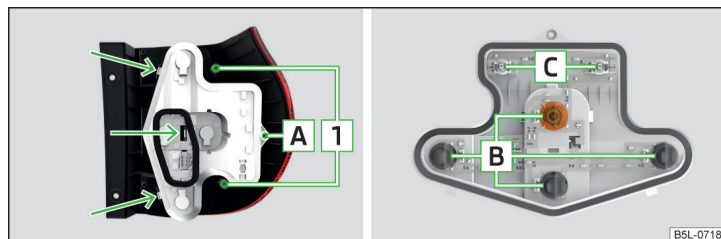
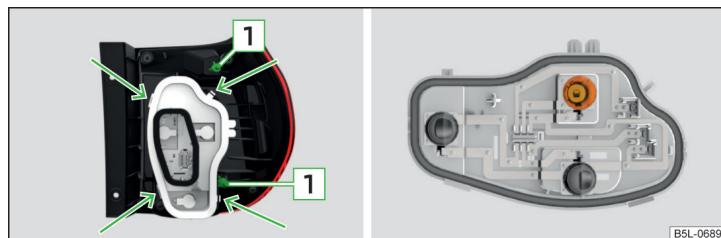

Fig. 204 Partea interioară a lămpii: Lampa de bază
Fig. 205 Partea interioară a lămpii: Lampa cu diode cu LED
- Apăsați cu grijă lampa în caroserie, astfel încât bolțurile **1** » fig. 204 la pagina 211, respectiv » fig. 205 la pagina 211 ale lămpii să se fixeze în suporturile din caroserie.
- Deșurubați cu cheia din trusa de scule șurubul de siguranță **A** » fig. 204.
- Deblocați suportul lămpii din zonele marcate cu săgeți » fig. 204 și scoateți-l din lampă.
- › Deblocați suportul lămpii din zonele marcate cu săgeți » fig. 205 și scoateți-l din lampă.
- › Rotiți becul respectiv » fig. 205 până la limită în sens antiorar și scoateți-l din suportul lămpii.